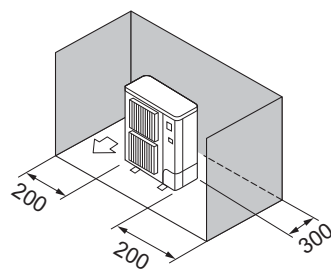

Fig. 3-7
- ③ Kun forhindringer bagved og i siderne (Fig. 3-7)